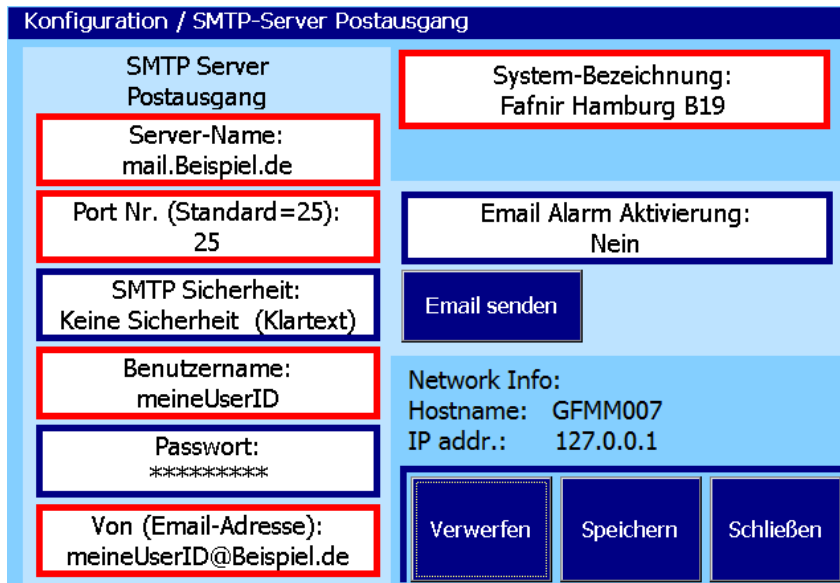

Abbildung 21: SMTP-Server (Postausgang)
2. SMTP-Server konfigurieren (siehe Abb. 21):